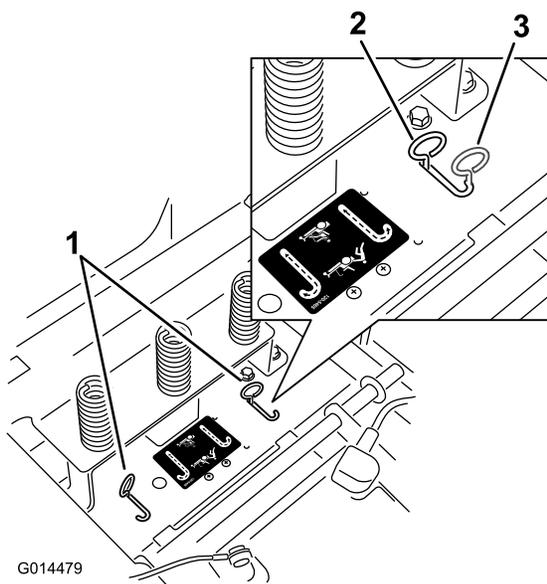

Figura 24
4. Mueva las palancas de desvío hacia atrás y luego hacia fuera para bloquearlas en esa posición, según se muestra en Figura 24, para desengranar los motores de rueda. Repita esto para cada palanca.
Mueva las palancas de desvío hacia dentro y hacia atrás a la ranura horizontal (Figura 24) para engranar los motores de rueda.